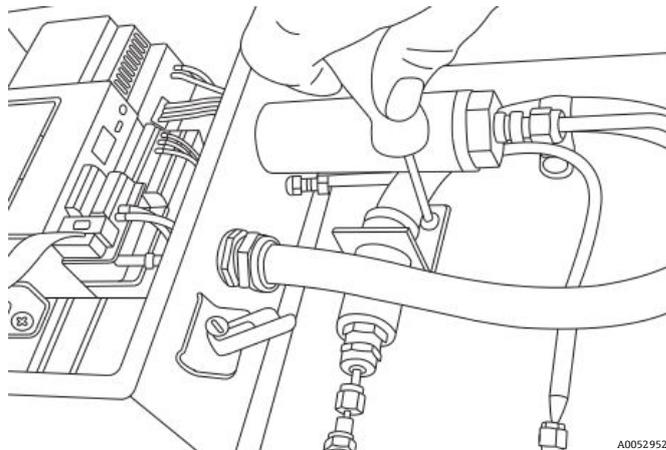

Abbildung 86. Kabelführungshalterung entfernen
- Schrauben (x2) der Kabelführungshalterung mit einem 5/32 in. Sechskantschraubendreher entfernen. Siehe Abbildung 86.